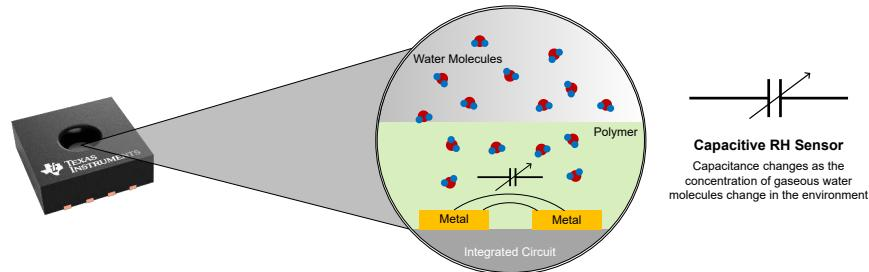

图 1. 电容式 RH 传感器的简化结构
相对湿度 (RH) 传感器在现代系统中发挥着关键作用。在这些系统中，精确的环境感应是保障性能、安全性和使用寿命的基础。这些传感器可测量空气中是否存在水蒸汽，从而为主机系统提供有关环境条件的关键信息。随着各行各业采用更多技术来保护设备，湿度检测已成为各种应用的基础，例如可以确保数据中心实现出色的热平衡、保护工业自动化中的机械、保护电动汽车中的敏感电池系统、实现弹性智能基础设施等。本产品概述旨在详细介绍 TI 当前的湿度传感器产品系列。所有 TI RH 传感器均包含集成式温度检测和加热器元件。图 1 展示了 TI 电容式 RH 传感器的简化结构，而图 2 概述了 TI 产品系列中的所有特色 RH 传感器。